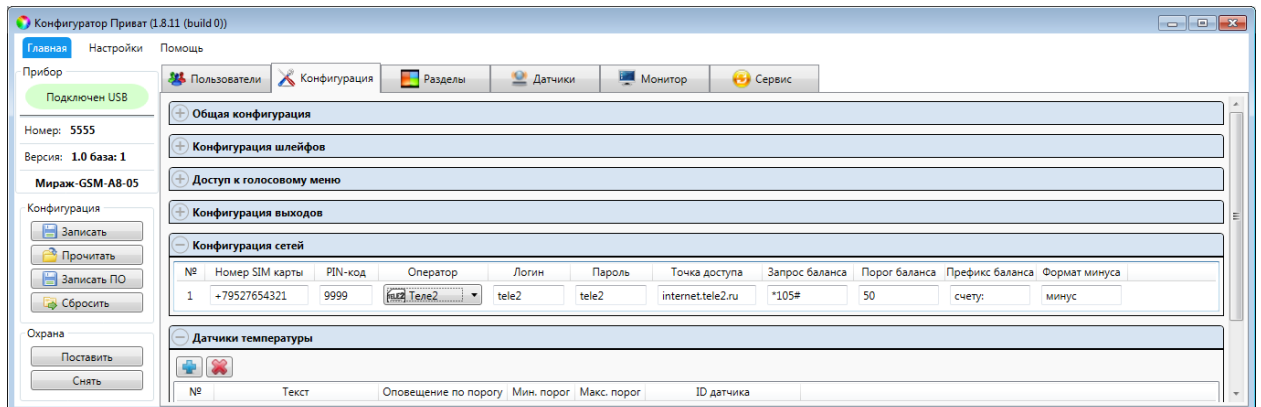

Рисунок 7.28 – Блок *Конфигурация сетей*
- Нажмите кнопку  в блоке Датчики температуры (см. рисунок 7.28).